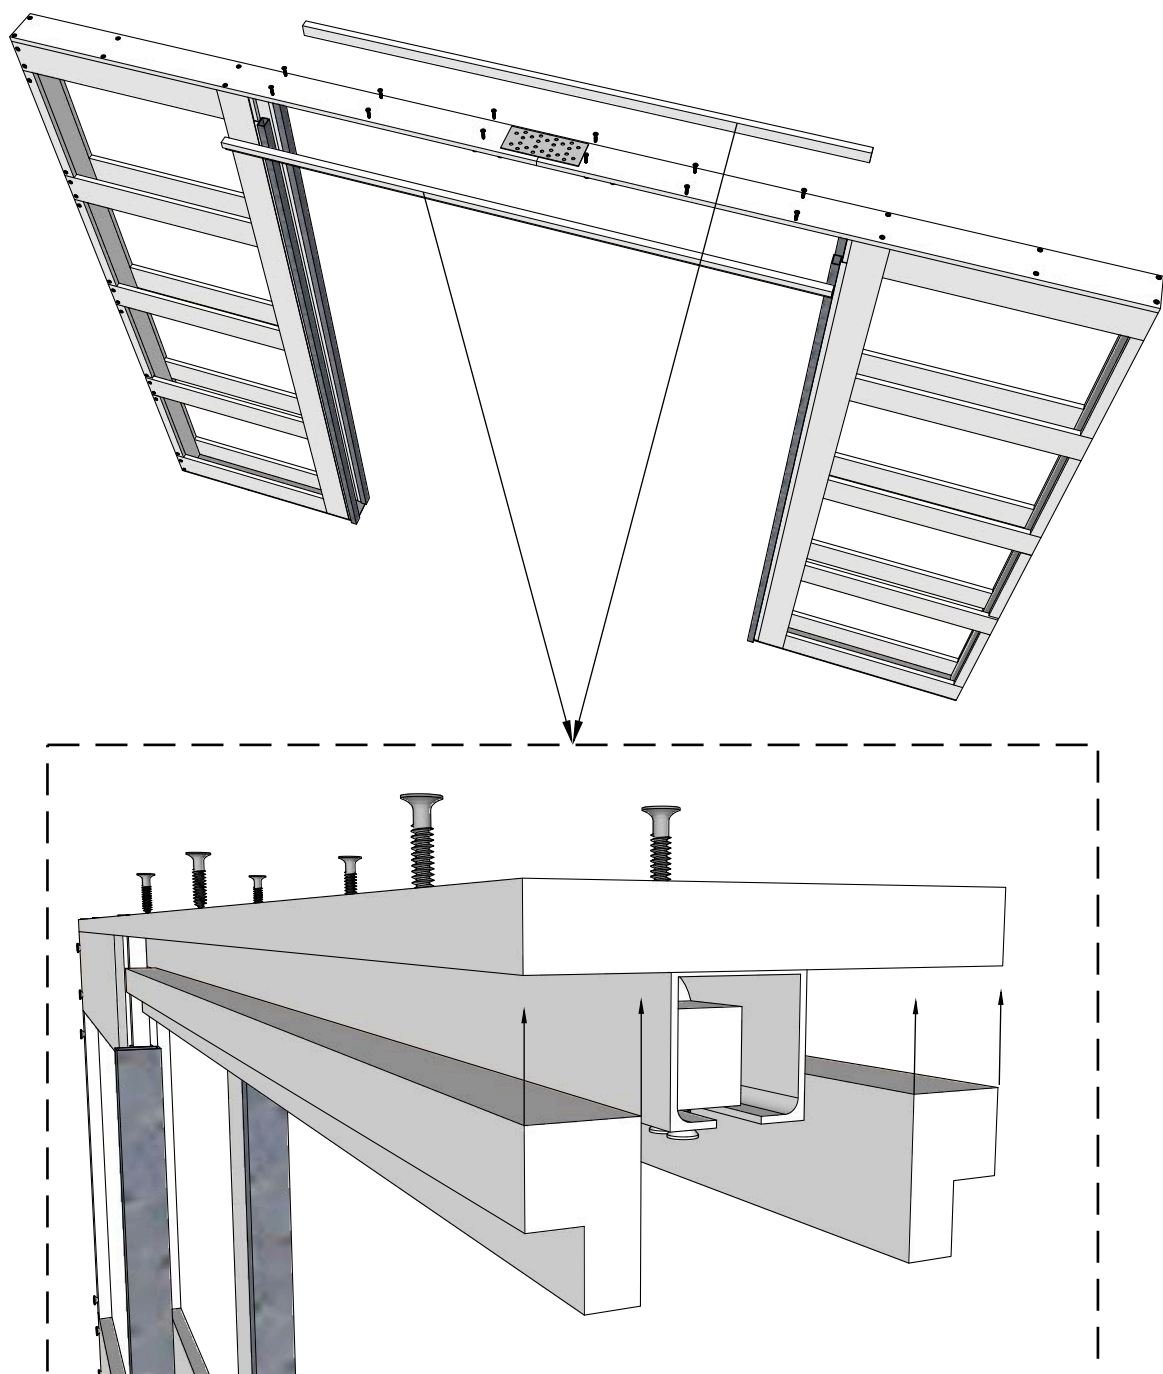

Рисунок 16
5. Полученные 2 половины пенала закрепить соединительной пластиной и установить базы под обрамляющие элементы (деталь D). Закрепить саморезами 3,5x25 (Рис. 16).